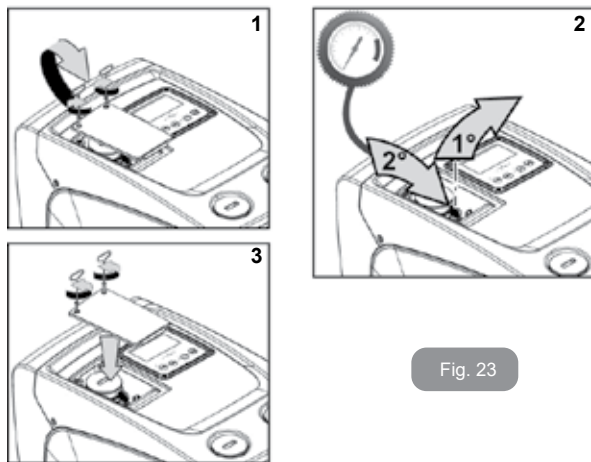

Fig. 23
1. ta bort luckan till utrymmet för extra underhåll (Fig. 1, sida F) genom att lossa de två låsskruvarna med det medföljande verktyget. Ta inte bort skruvarna helt utan använd dem för att dra ut luckan. Tappa inte skruvarna in i systemet när de har tagits bort från luckan (fig. 23);
2. dra av gummihylsan från expansionskärlsventil (fig. 23);
3. justera ventilen enligt anvisningarna i avsnitt 1.2 (fig. 23);
4. sätt tillbaka gummihylsan (fig. 23);
5. sätt tillbaka luckan och dra åt de två skruvarna (fig. 23).